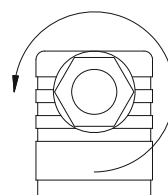

Abb. 7
- ↪ Lösen Sie die Kabelverschraubung ⑤ M16x1,5 (→ Abb. 7).